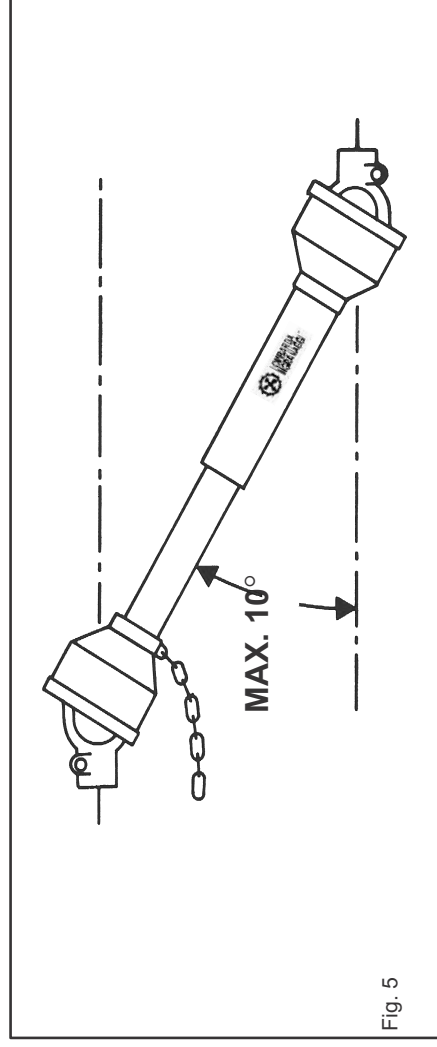

Fig. 5
- 41)** Disinserire, sempre, la presa di forza quando l'albero cardanico fa un angolo troppo aperto (mai oltre i 10 gradi - Fig. 5) e quando non viene usata.
- 41)** Always disengage the pto when the cardan shaft is set at an excessively open angle (never beyond 10 degrees - Fig. 5) and when it is not in use.
- 41)** Débrayez toujours la prise de force quand l'angle de l'arbre à cardans est trop ouvert (jamais plus de 10 degrés Fig. 5) et lorsque vous ne devez pas l'utiliser.
- 42)** Die Gelenkwelle immer ausschalten, wenn sie einnimmt (nie über 10 Grad - Abb. 5) und wenn sie nicht gebraucht wird.
- 41)** Desactivar, siempre, la toma de fuerza cuando el árbol cardánico hace un ángulo demasiado abierto (nunca superar los 10 grados - Fig. 5) y cuando no la usamos.